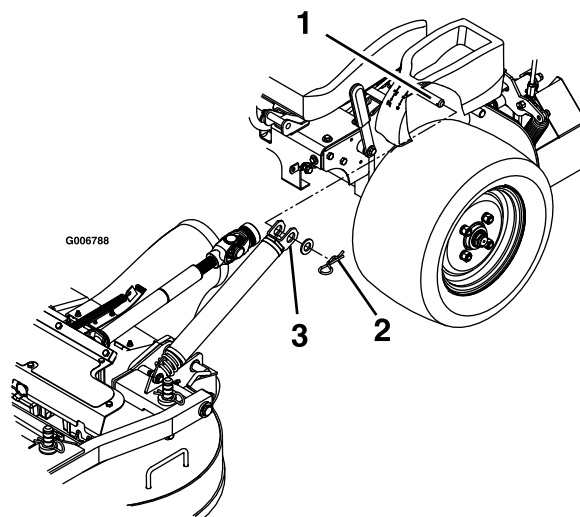

Figure 70
4. Retirez les goupilles fendues et les rondelles sur le haut du ressort d'aide au levage du tablier de coupe de chaque côté de la machine (Figure 70).
- Placez les ressorts sur les goupilles d'ancrage sous les consoles gauche et droite, et fixez-les avec une rondelle et une goupille fendue (Figure 70).